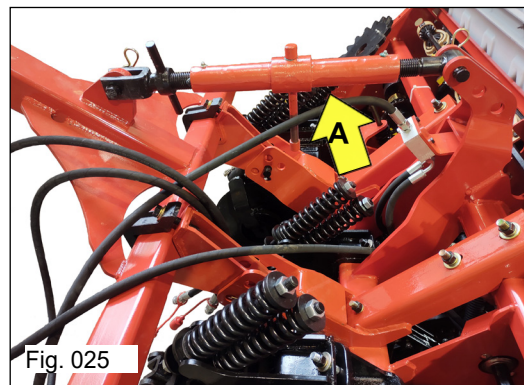
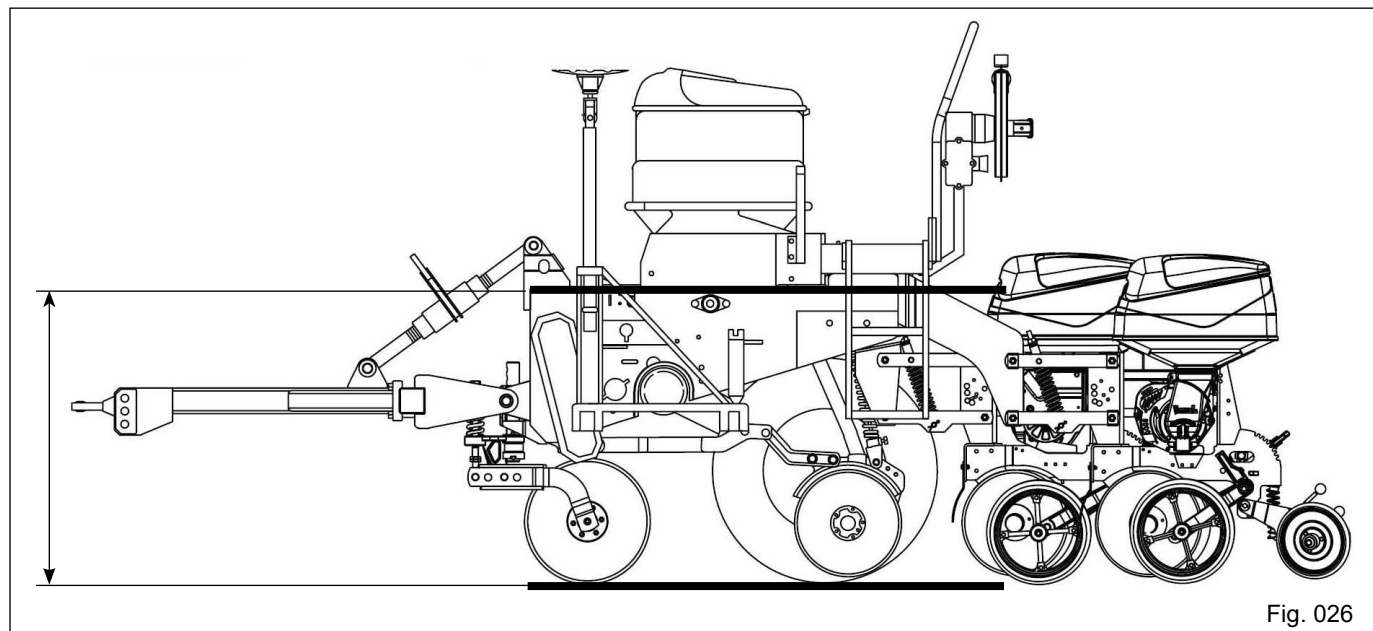

Fig. 025
Fig. 026
b) Através do regulador do cabeçalho, (Fig. 025) movimente o extensor até que a lateral do chassi esteja alinhada em relação ao solo, (Fig. 026). Quando estende o comprimento do regulador do cabeçalho, a plantadora tende a inclinar para trás, quando encurta o comprimento do regulador do cabeçalho, a plantadora tende a inclinar para frente.